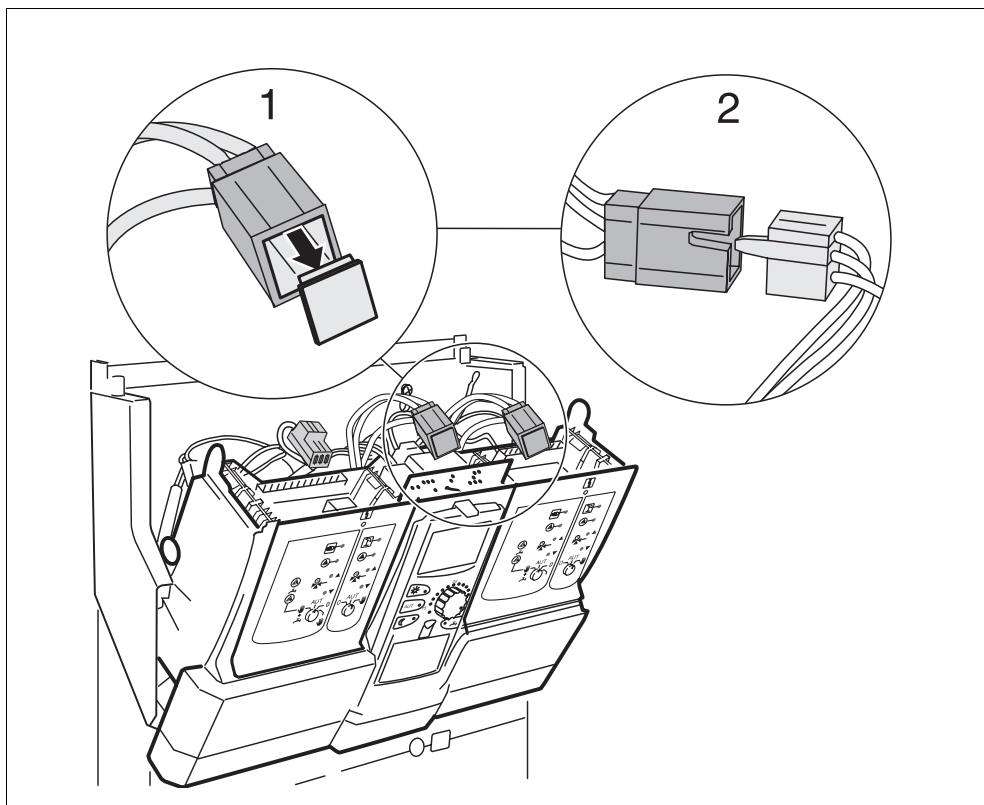

Рис. 8 Подключение разъема 2 к сети
- Удалить заглушку (см. выноску 1 на рис. 8) трехполюсного штекера (на кабельном жгуте).
- Вставить соединительный штекер (230 В) модуля в трехполюсный штекер (см. выноску 2 на рис. 8).